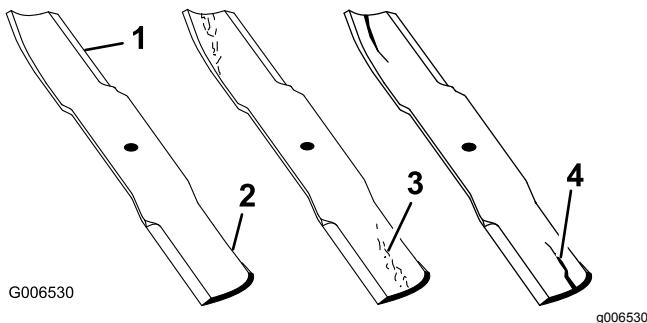

Figura 80
1. Controllate i taglienti (Figura 80).
4. Se notate incrinature, usura o scanalature in questa zona, montate immediatamente una nuova lama (Figura 80).